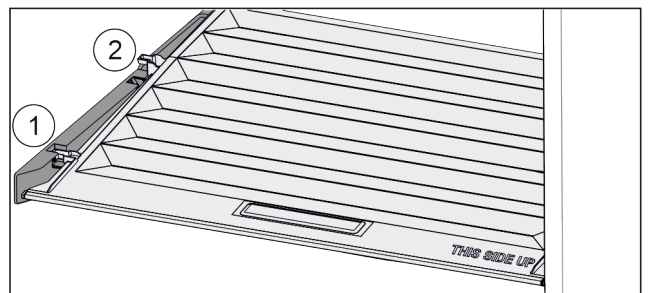

Fig. 161
- ▶ Deckel bis zur Öffnung in den Halteteilen nach vorne ziehen Fig. 161 (1).
- ▶ Hinten von unten anheben und nach oben wegnehmen Fig. 161 (2).